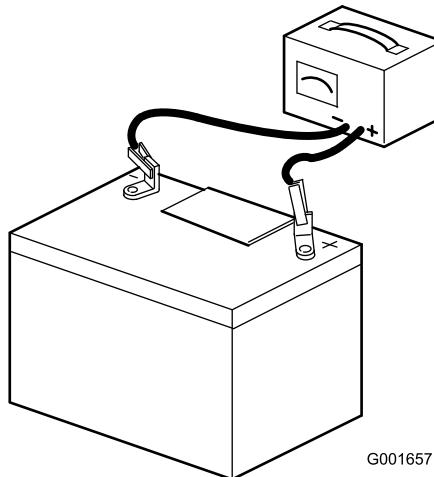

Figura 36
2. Cuando la batería esté completamente cargada, desconecte el cargador de la toma de electricidad, luego desconecte los cables del cargador de los bornes de la batería (Figura 36).